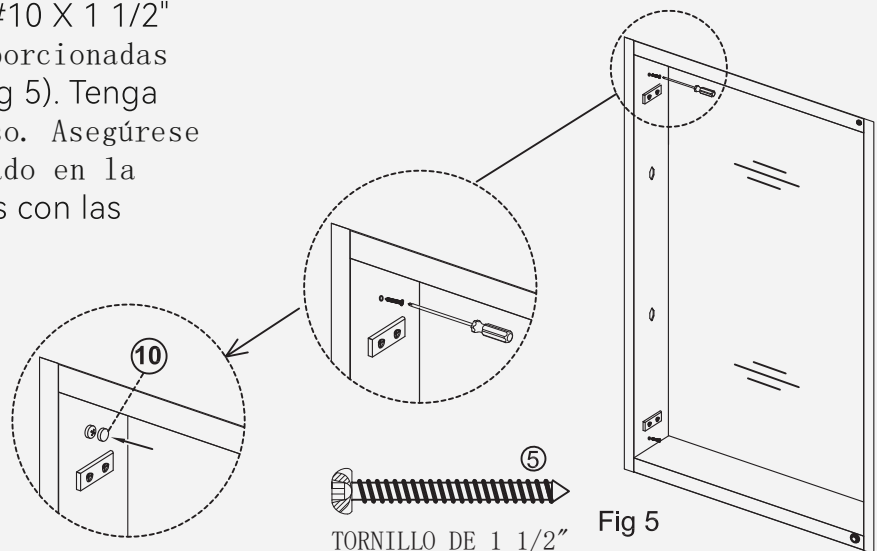

Fig 5
3. Inserte cuatro (4) tornillos ⑤ #10 X 1 1/2" en las cuatro ubicaciones proporcionadas para la instalación empotrada (Fig 5). Tenga cuidado de no apretar en exceso. Asegúrese de que el gabinete esté centrado en la abertura bruta. Cubra los tornillos con las tapas ⑩ proporcionadas."